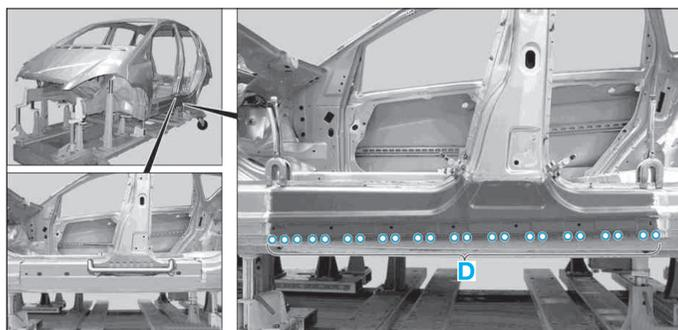

FIG. 85
- Percer dans le bas de caisse des trous (Ø 6,5 mm) dans la zone (D) (Fig.85).